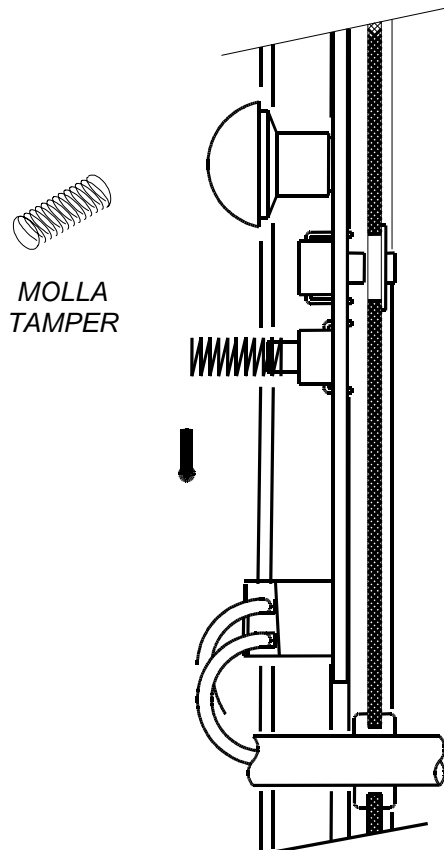

Fig. 3
5. Inserire il tappo in gomma all'estremità superiore del profilo (Fig. 3).
12. Montare la copertura in policarbonato come indicato nella Fig. 3.